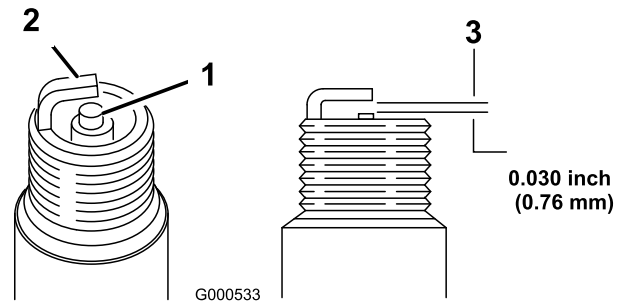

Figure 25
11. Réglez l'écartement des électrodes à 0,76 mm (0,030 po), comme montré à la Figure 25.